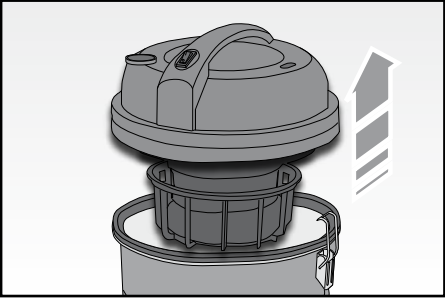
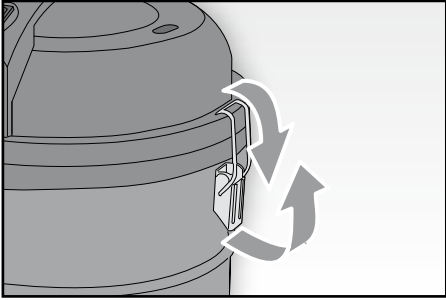

Fig. 8
Fig. 7
- Agire sulle due levette laterali (G) (FIG. 7) e rimuovere il coperchio (E) (FIG. 8).